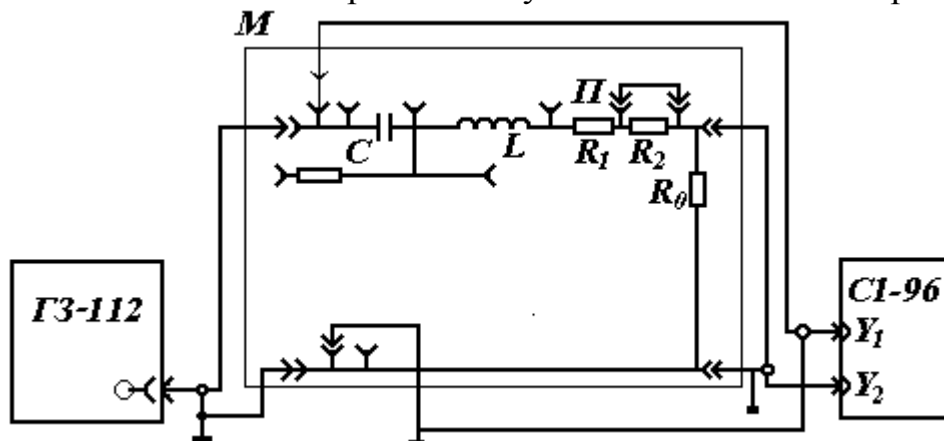

Рис.3
Принципиальная схема измерительной установки показана на рис.3.
1. Соберите схему измерительной установки согласно рис.3.